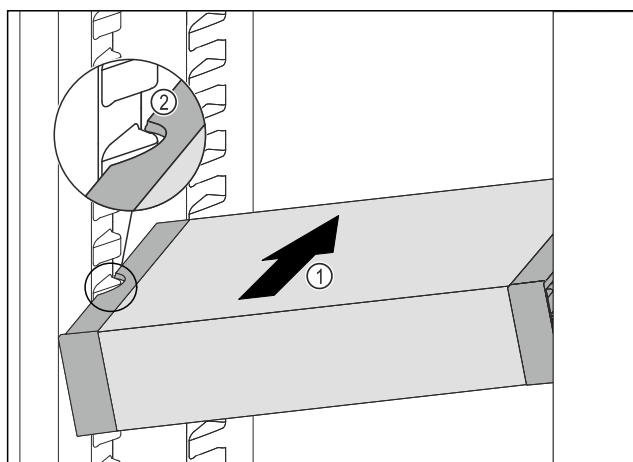

Fig. 73
- ▶ Skyv VarioSafe skrått inn i kjøleskapsdelen *Fig. 73 (1)*, til utsparingene på sidene av *Fig. 73 (2)* VarioSafeser på nivå med rillene i kjøleskapet.